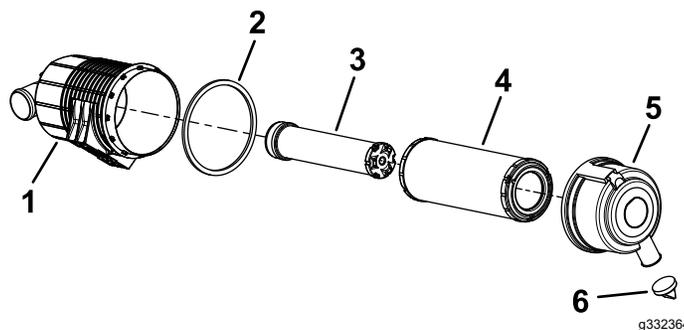

Рисунок 38
5. Обслужите фильтр воздухоочистителя и предохранительного элемента, когда появится соответствующее предупреждение (Рисунок 38).